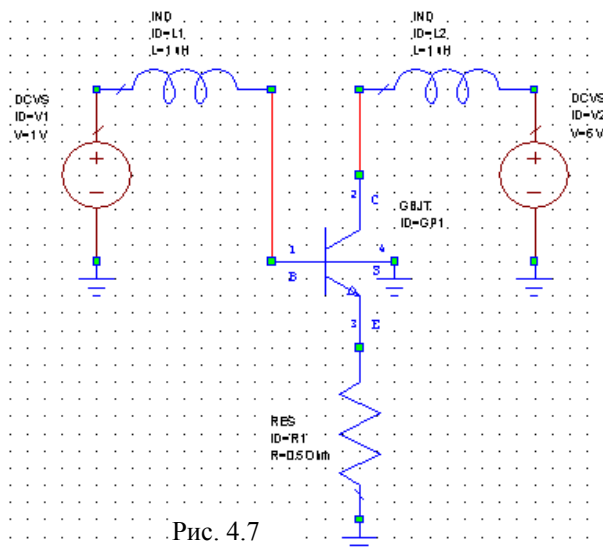

Рис. 4.7
- Найдите в окне просмотра элементов группу **Sources** (Источники) и дважды щёлкните по ней, чтобы развернуть. Щёлкните левой кнопкой мышки по подгруппе **DC** (Постоянный ток). Модели доступных источников отображаются в нижней части окна. Нажмите левой кнопкой мышки на модель **DCVS** и, не отпуская кнопки мышки, перетащите её в окно схемы, отпустите кнопку мышки, позиционируйте элемент на левом узле индуктивности **IND ID=L1**, как показано на рис. 4.7, и щёлкните левой кнопкой мышки, чтобы зафиксировать элемент.
- Щёлкните левой кнопкой мышки по значку **Ground** на панели инструментов, двигайте курсор в окно схемы, позиционируйте землю на нижнем узле элемента **DCVS**, как показано на рис. 4.7, и щёлкните левой кнопкой мышки, чтобы зафиксировать.
- Щёлкните левой кнопкой мышки по элементу **Ind**, чтобы выделить его. Щёлкните левой кнопкой по значку **Copy** и затем по значку **Paste** на панели инструментов, чтобы скопировать его. Поместите скопированный элемент правее и выше элемента **CBJT** и соедините с узлом **2** элемента **CBJT**, как показано на рис. 4.7.
- Нажмите клавишу **Shift**, щёлкните левой кнопкой мышки по элементу **DCVS** и подключённой к нему земле. Скопируйте эти элементы и подключите их к последнему элементу **Ind**, как показано на рис. 4.7.